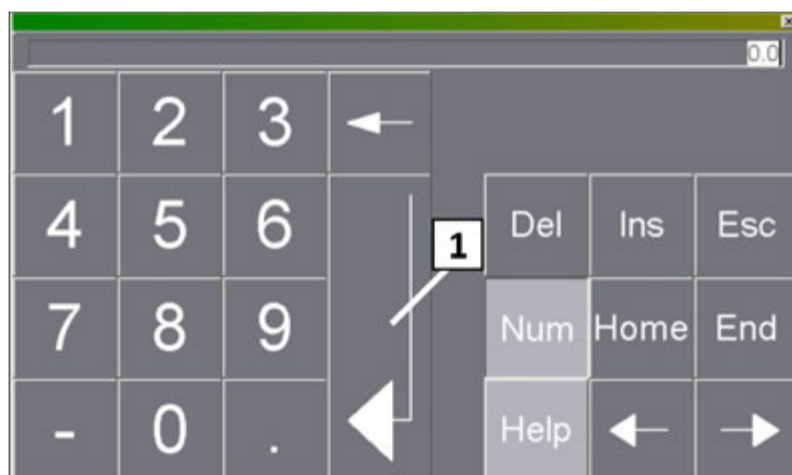

Рис. 32: Цифровая клавиатура для ввода заданного значения
18. Настроить заданное значение в диапазоне от 40 % до 60 % и подтвердить его (Рис. 32 [1]). Внимание! При использовании стеклянного оборудования требуются особые меры предосторожности. Для стеклянного оборудования рекомендуется активировать регулирование давления (см. также раздел Глава 8.4.1.3 «Регулятор давления в линии подачи N163» на странице 98)!